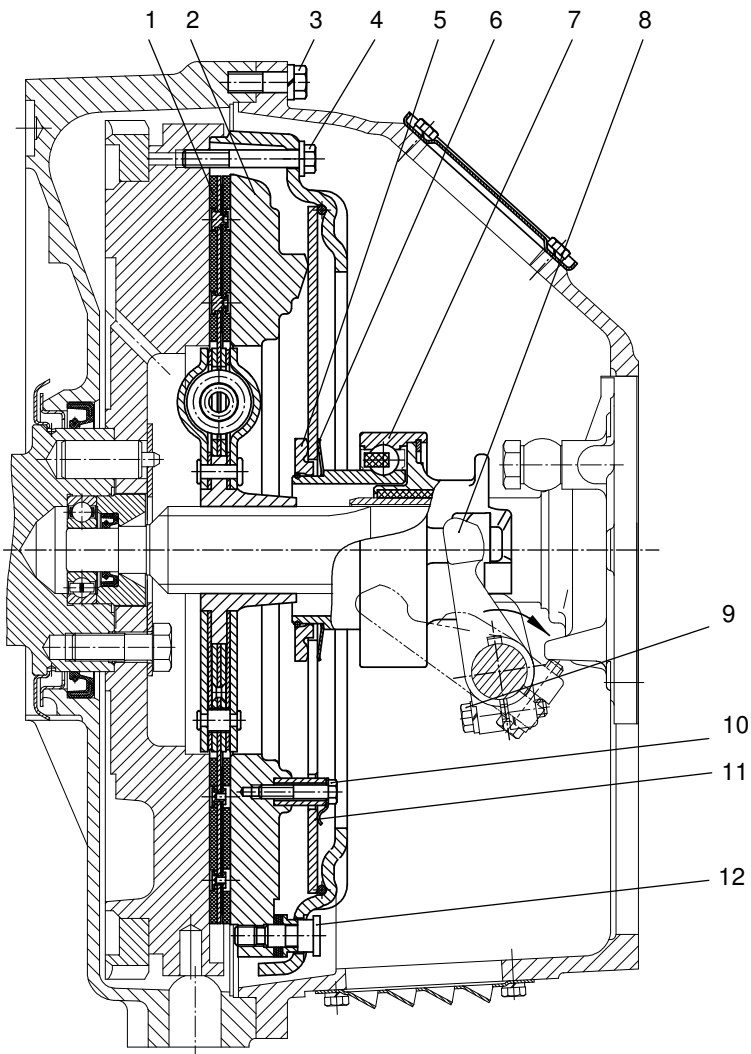
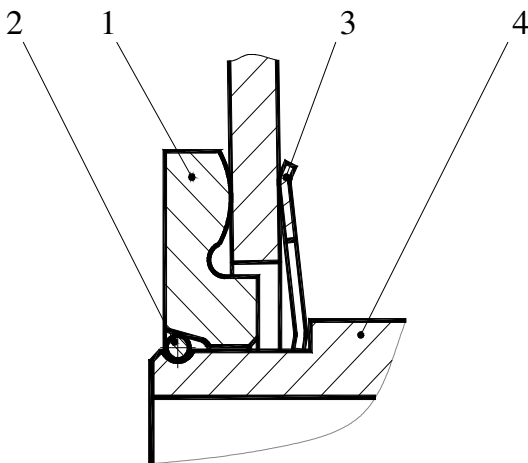

Рис. 1. Сцепление:
Рис. 3. Установка муфты выключения сцепления:
Диафрагменное сцепление (рис. 1) состоит из ведущих и ведомых частей, а также механизма выключения.
Механизм выключения сцепления состоит из муфты с подшипником 7 (см. рис.1) и вилки 8 с валом, на шлицевой конец которого устанавливается рычаг. Муфта выключения сцепления соединяется с диафрагменной пружиной с помощью запорного устройства (рис. 3). При работе муфта центрируется по направляющей крышки заднего подшипника первичного вала коробки передач и удерживается от поворота боковыми поверхностями вилки.
Выключение сцепления осуществляется поворотом вала по часовой стрелке (см. рис.1).
1. Установить муфту на нажимной комплект (корзину) в соответствии с рис. 3.